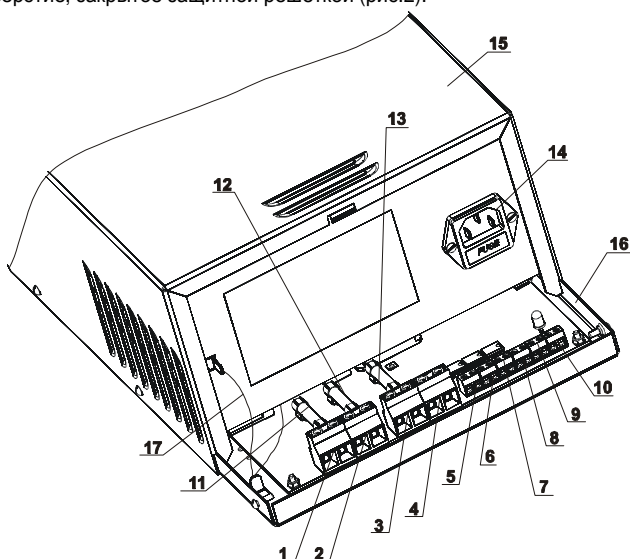
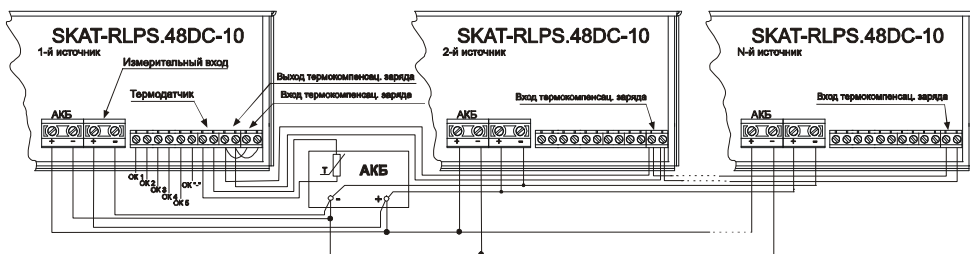

Рис.1
Рис.6
Источник размещен в металлическом корпусе, состоящем из дна, кожуха основного и кожуха монтажного отсека. Кожух основной скрывает радиоэлементы, не требующие обслуживания при эксплуатации источника, под кожухом монтажного отсека расположены элементы коммутации и защиты (рис.1), которые размещены на печатной плате.
В источнике реализована возможность управления термокомпенсацией заряда АКБ. При использовании одного источника входы и выходы термокомпенсации (колодки 9 и 10 рис.1) должны быть замкнуты перемычками (заводская установка). При использовании нескольких источников выход термокомпенсации источника, к которому подключен термодатчик, должен быть соединён с входами термокомпенсации остальных источников (см. рис.6).
Снимите кожух монтажного отсека поз.18 рис.1 для доступа к элементам коммутации и защиты.
- ◆ При параллельном подключении нескольких источников к одной АКБ с целью увеличения тока заряда АКБ для корректной работы температурной компенсации напряжения заряда произведите каскадирование источников согласно рис.6.
При подключении нескольких источников к одной АКБ необходимо руководствоваться схемой, приведённой на рис.6. Подключение по такой схеме увеличивает ток заряда АКБ, при этом для питания нагрузок рекомендуется использовать выходы источников («Выход1» и «Выход2»). При необходимости питания мощной нагрузки (с максимальным током до 63А) рекомендуется подключать источники по схеме приведённой в приложении А, с использованием блока «БКА-У/63».